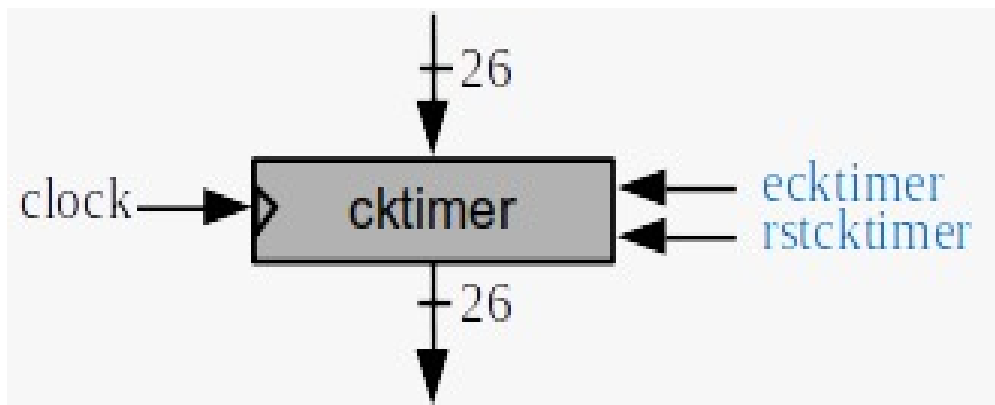

Figura 2.5: Circuito para atribuição do registrador cktimer.
(2) **cktimer**. Será utilizado para contar até um número específico, dependente da frequência da placa utilizada, para que o registrador time valha 1 segundo. Figura 2.5.